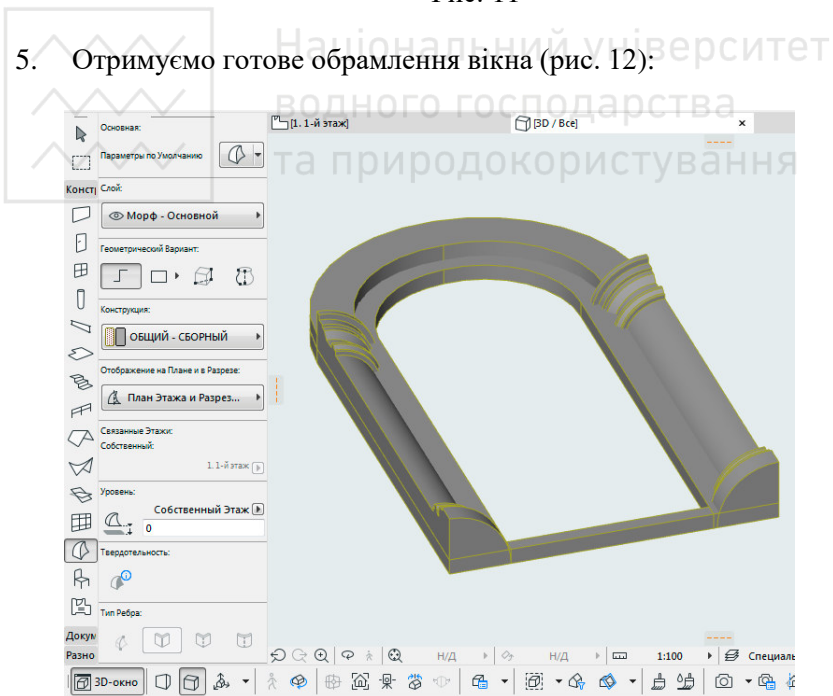

Рис. 12
5. Отримуюмо готове обрамлення вікна (рис. 12):